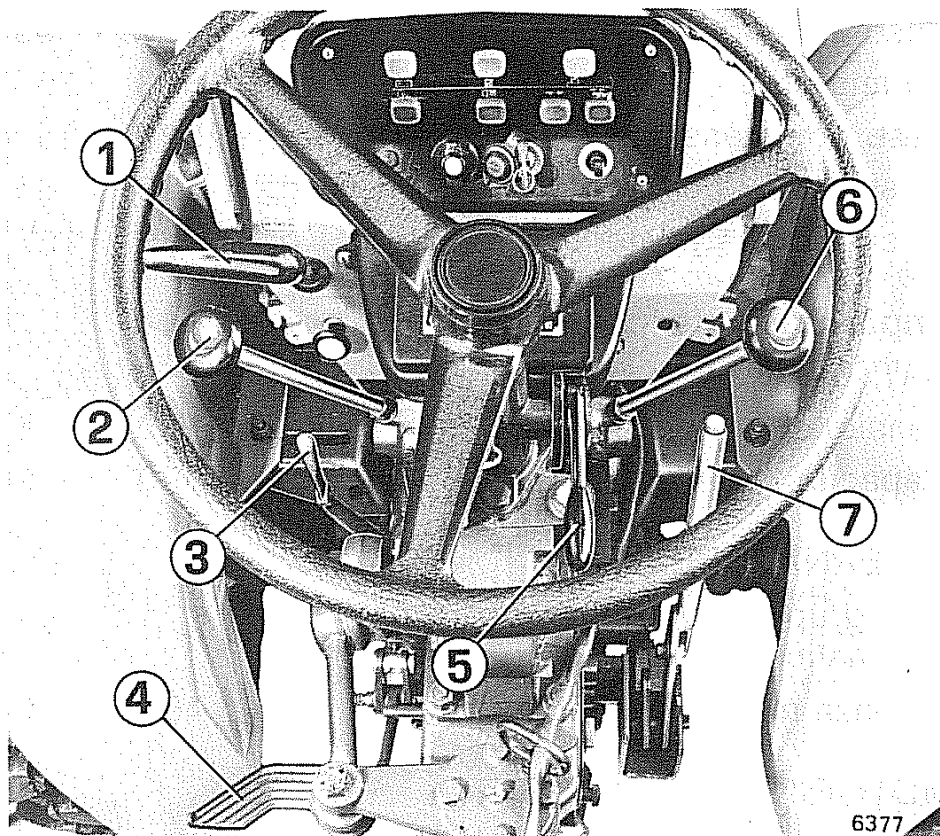
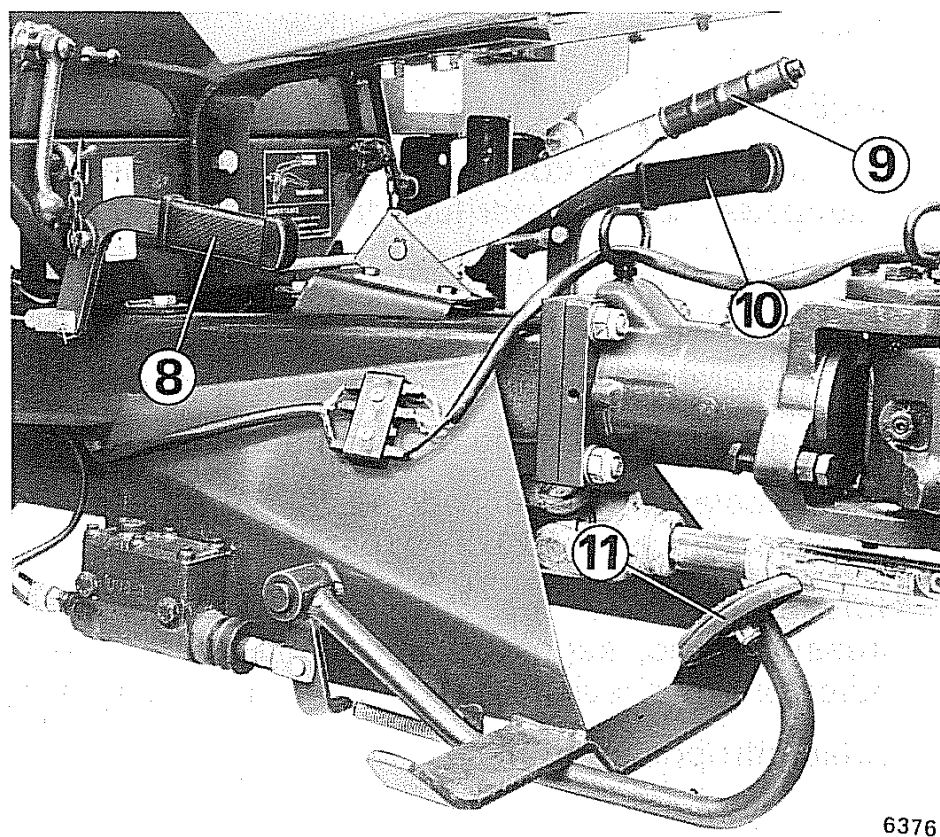

Fig. 1 - Comandi
Fig. 2 - Comandi
La motoagricola 500 è dotata di un cambio a 8 velocità (5 avanmarce e 3 retromarce) per il mod. 521 e a 9 velocità (6 avanmarce e 3 retromarce) per gli altri modelli; la selezione si ottiene tramite le leve **2** e **6** di fig. 1.
L'innesto o il disinnesto della trazione posteriore si effettua tramite la leva **10** (fig. 2) come indicato nella decalcomania posta vicino alla leva.
Di tipo idraulico, agente sulle ruote posteriori mediante comando a pedale **11** (fig. 2).
Di tipo meccanico con comando a mano, agisce sulle ruote anteriori della motoagricola (leva **7** fig. 1).
Di tipo meccanico con comando a mano (leva **9** fig. 2), agisce sulle ruote posteriori della motoagricola.
Agendo quindi sulla leva **3** (fig. 1), nella posizione **V** (Veloce) otteniamo una velocità di rotazione pari a 879 g/1', e nella posizione **R** (Ridotta) otteniamo una velocità di rotazione pari a 577 g/1' - Rotazione in senso antiorario - (Vedi schema a fianco).
Per il bloccaggio del differenziale occorre agire sulla leva corrispondente (leva **1** fig. 1 per il differenziale anteriore e leva **8** fig. 2 per quello posteriore) tenendola tirata; abbandonando la leva, il differenziale si sblocca automaticamente.
- 1) Disporre la leva acceleratore **5** (fig. 1) in posizione intermedia (leggermente accelerato), inserire il dispositivo supplemento nafta (vedi libretto istruzioni motore).